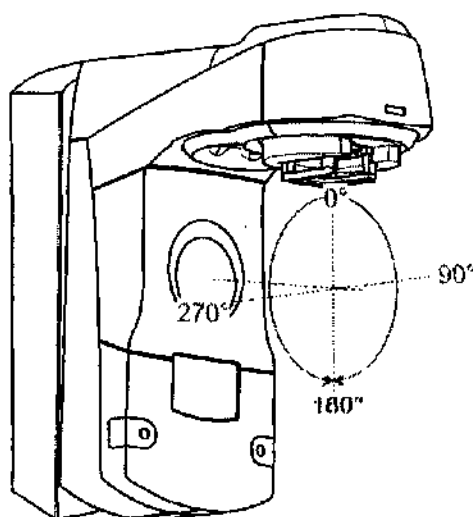

Рис. 9. Поворот платформы: по часовой стрелке и против нее
Платформа ускорителя рис. 9 на стр. 44 вращается вокруг изоцентра, тем самым позволяя облучать пациента под выбранным углом. Платформа может вращаться как по часовой стрелке (CW), так и против нее (CCW). Максимальный угол поворота равен 360°. Когда платформа находится под углом 180°, при повороте в любом направлении возможно превышение максимального угла примерно на 10°. (На рис. 9 показан линейный ускоритель с высокопроизводительной определяющей головкой HPD, а не с MLC-головкой).